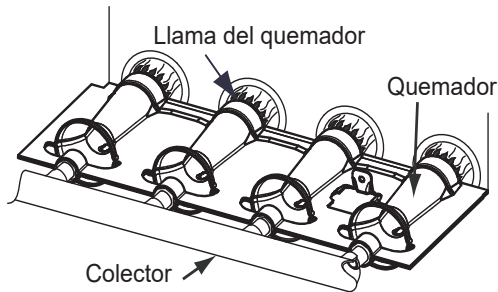

Fig. 65 – Llama del quemador
- i. Cuando obtenga la entrada correcta, vuelva a poner el tapón que cubre los tornillos de ajuste del regulador de la válvula de gas. La llama del quemador principal debe ser de color azul claro, casi transparente. Consulte la Fig. 65.